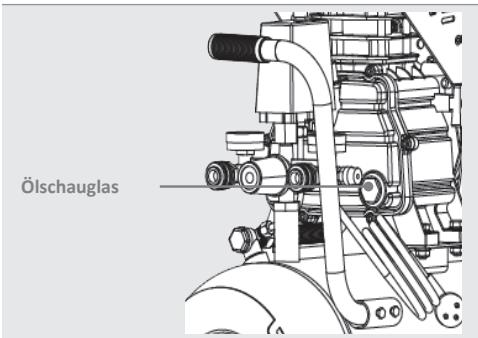

Abb. 4b: Ölschauglas (Abb. modellabhängig)
3. Füllen Sie nun das Öl ganz langsam in die **Öleinfüllöffnung**. Füllen Sie so viel Öl auf, bis es in der Mitte des **Ölschauglasses** (siehe Abb. 4b) steht. (Verwenden Sie **ROWI Kompressorenöl ISO VG 100** oder Öl der Qualität **10W40**). Bei 5°C sollte Öl der Qualität